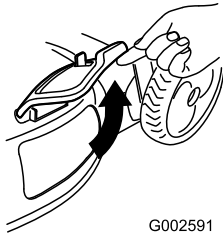

Bild 33
2. Öffnen Sie die Seitenauswurfür (Bild 33).